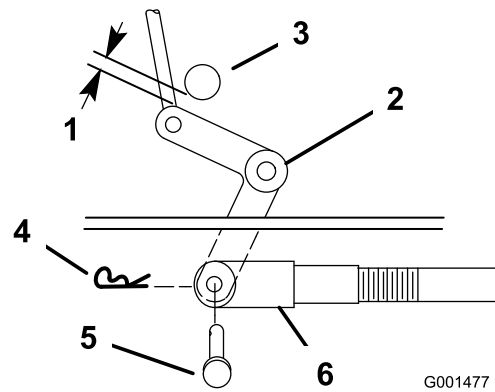

Figura 35
11. Gire la horquilla en el sentido de las agujas del reloj para aumentar la distancia; gírela en el sentido contrario para reducirla (Figura 35).
Nota: Si el brazo no entra en contacto con el tope delantero de la plataforma del cortacésped (Figura 36), ajuste la horquilla para acercar la palanca acodada al eje de salida de la transmisión (Figura 35).
9. Compruebe la distancia entre la palanca acodada y el eje de salida de la transmisión (Figura 35).